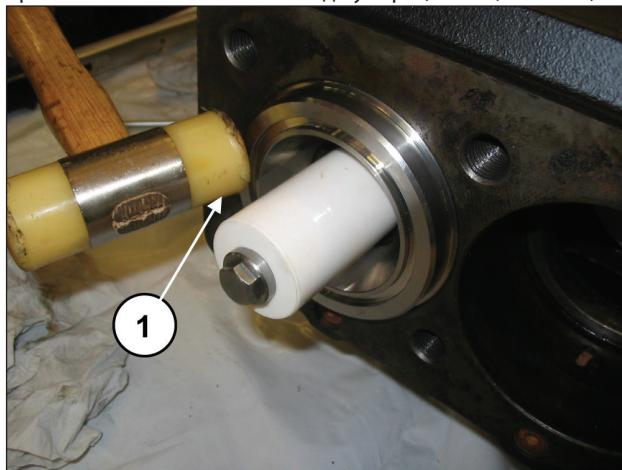

Рис. 151
Убедитесь, что узел рубашки и опоры уплотнений правильно встал в свое место до упора (поз. ①, Рис. 151).